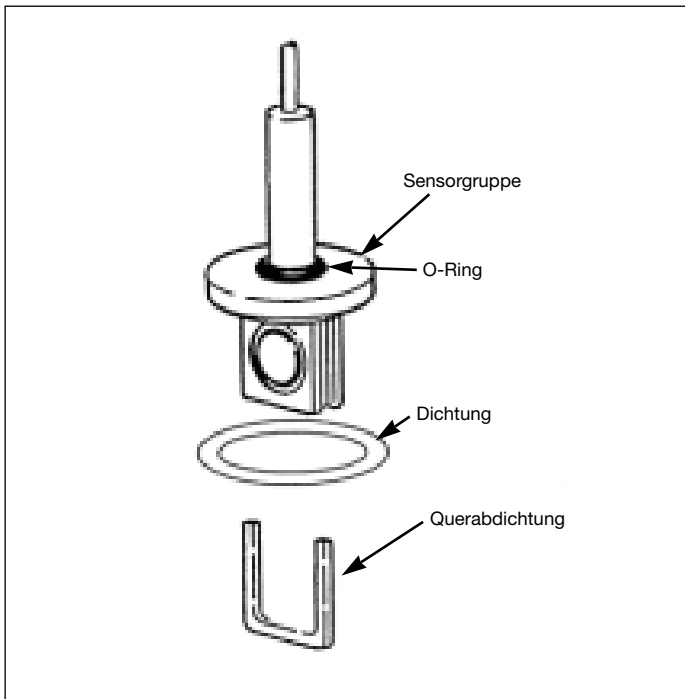

Abbildung 29. O-Ring/Sensor/Querabdichtung
- O-Ring über das Sensorkabel und auf den Ansatz des Sensors schieben. Siehe dazu Abbildung 29.
O-Ring über das Sensorkabel und auf den Ansatz des Sensors schieben. Siehe dazu Abbildung 29.